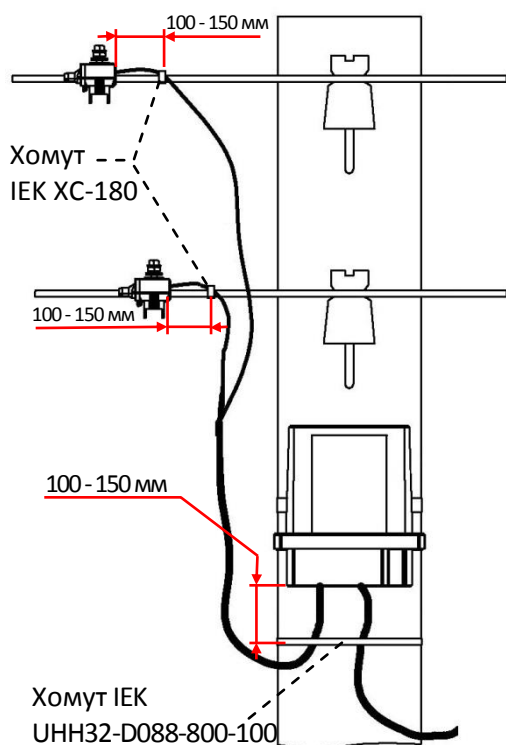

Рисунок 3
- 6 **Предусмотреть запас проводов** (вход/выход на счетчике) длиной (100 – 150) мм для дальнейшего обслуживания счетчика (протяжка винтов и т.д.). **Обязательно зафиксировать провода** атмосферостойким хомутом, например, ИЕК УНН32-D088-800-100, **перед счетчиком вдоль опоры ВЛ-0,4 кВ** (рисунок 3).
- 7 Провода подключить к линии ВЛ-0,4 кВ с помощью прокалывающих зажимов (проколов). Скрутка проводов строго запрещена! **Обязательно место контакта зачистить от пыли, пленок, окислов и смазать токопроводящей смазкой. Обязательно зафиксировать провод** атмосферостойким хомутом, например, ИЕК ХС-180 (УНН21-D6-180-100), **перед зажимом вдоль линии ВЛ-0,4 кВ** (рисунок 3).